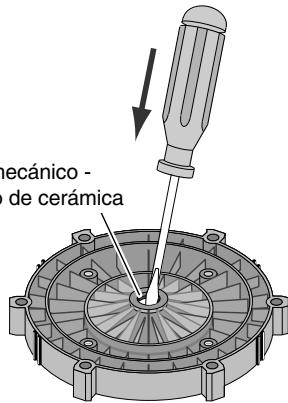

Figura 7
- Coloque la plancha de estanqueidad boca abajo sobre una superficie plana y golpetee el asiento de cerámica para sacarlo (Figura 7).